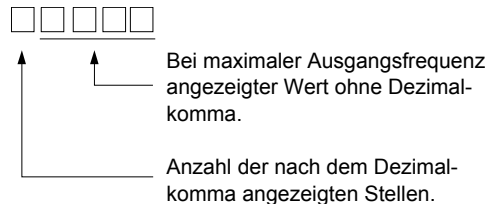

Abb. 6 66 Interpretation des Einstellwerts bei anwenderdefinierter Anzeige
- 40 bis 39999: Anwenderdefinierte Anzeige. Einstellung des bei maximaler Ausgangsfrequenz angezeigten Werts (siehe Abb. 6 66).